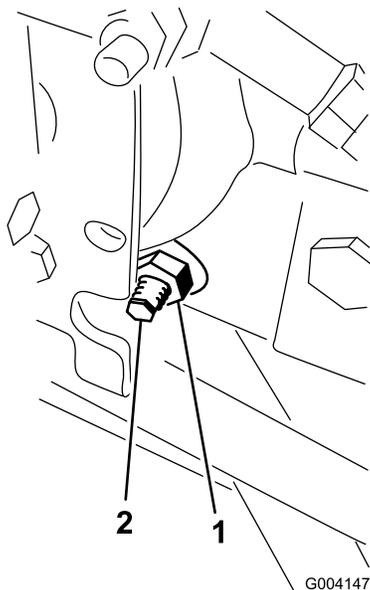

Figura 69
4. No lado direito do hidrostato, solte a porca de bloqueio no excêntrico de ajuste da tracção (Figura 69).